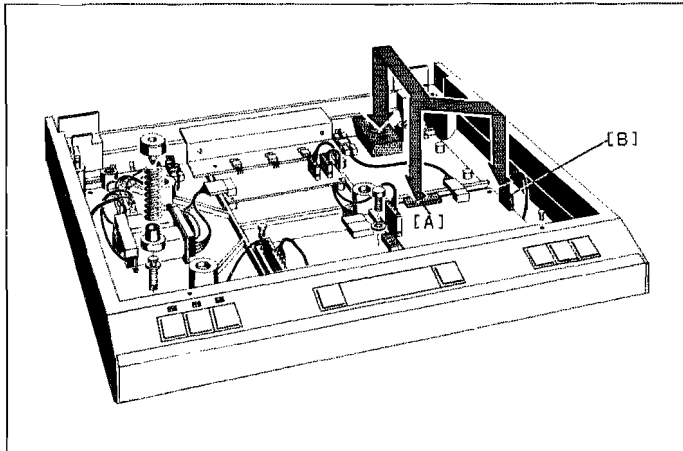

Fig. 3.3
- Der grössere der beiden Prints (1.179.183.12) des Kabelbundes wird in die 20-polige CIS-Kupplung des ARM ELECTRONIC PCB 1.179.190/250 (siehe Fig.3.3 und 3.4, Pos. A) gesteckt. Der Stecker, der vorher an diesem Platz war, wird in die Buchse auf dem Print 1.179.183.12 gesteckt.